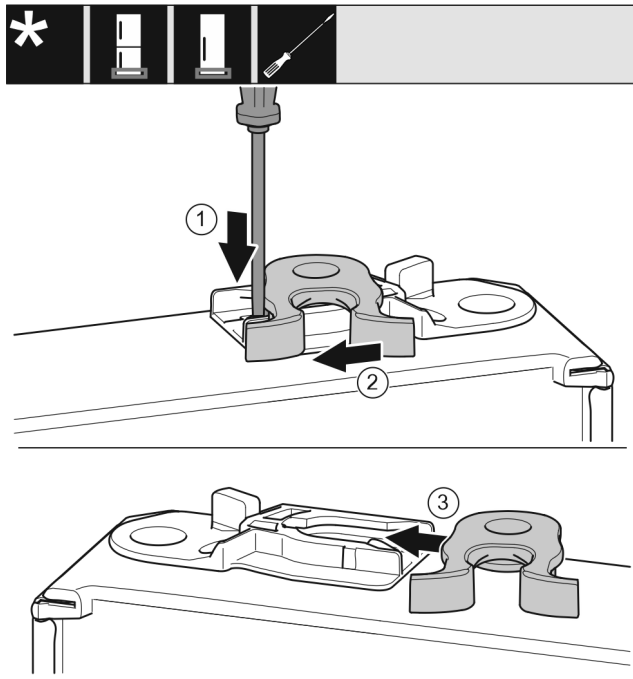

Fig. 23 *
- Strip Fig. 23 (1) met een platte schroevendraaier omlaag drukken.*
- Sluithaak Fig. 23 (2) uit de geleiding trekken.*
- Sluithaak Fig. 23 (3) aan andere zijde in geleiding schuiven.*